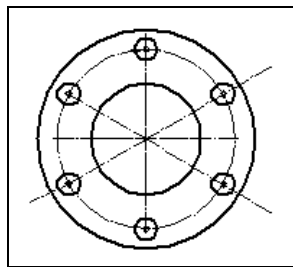

Рис. 10.19. Массив копий по окружности
- ◆ задайте центр окружности на осевой линии, как на рис. 10.19;
- ◆ щелкните ЛК мыши в любом месте для снятия выделения с окружности. У вас должно получиться, как на рис. 10.19. Сохраните чертеж как *Эскиз 10*.
Для выполнения данных преобразований начертите ось, как на рис. 10.19.